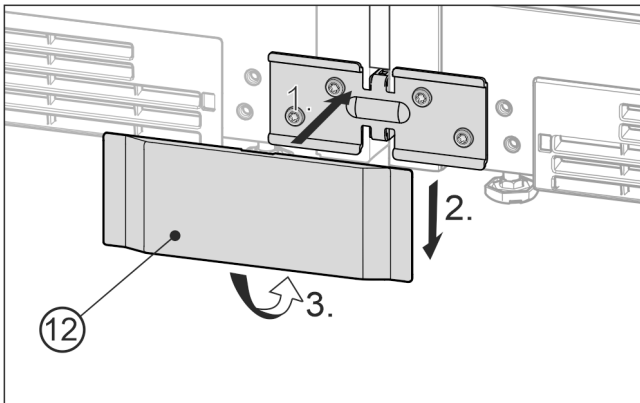

Fig. 24 Przykładowa prezentacja
- ▶ Dolną pokrywę Fig. 24 (12) założyć od przodu na kątownik Fig. 24 (1), dosunąć do dołu Fig. 24 (2) i zazębić od dołu Fig. 24 (3).